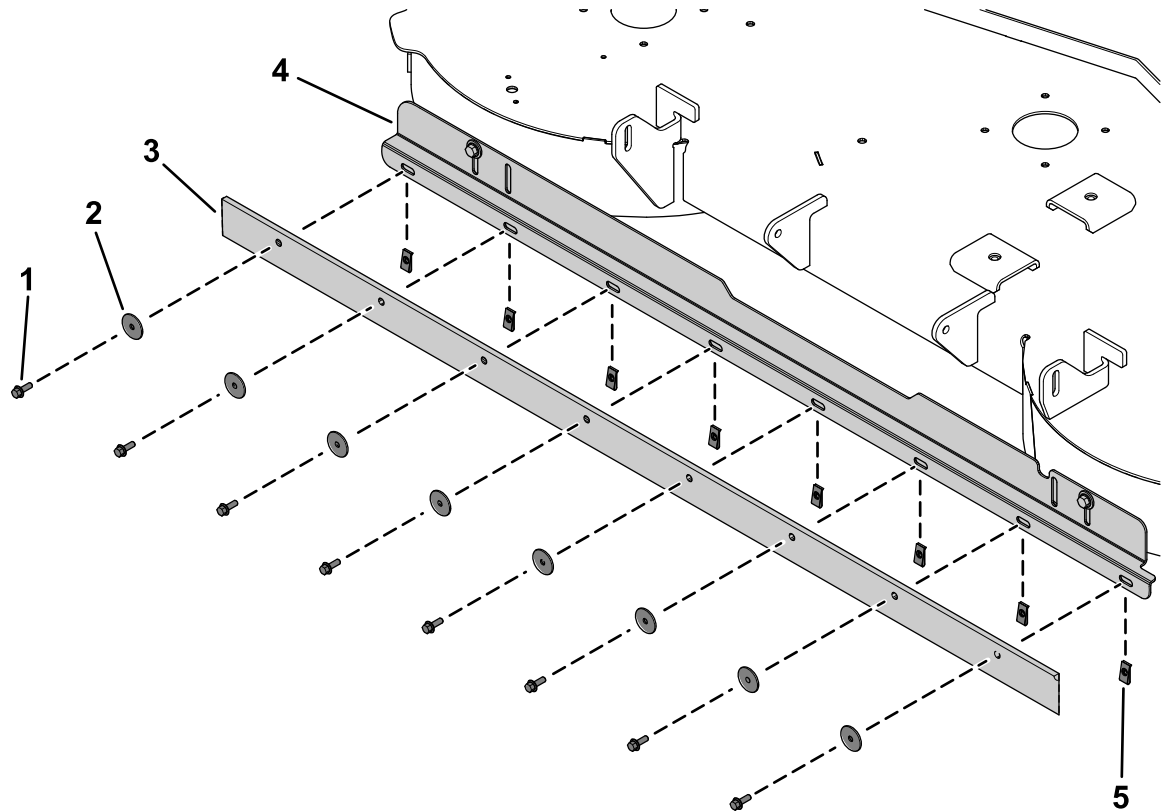

Figura 8
1. Instale las 8 tuercas rápidas en la pletina de sujeción (Figura 8).
2. Sujete la rasqueta a la pletina de sujeción y a las tuercas rápidas usando 8 tornillos de cabeza hexagonal ($\frac{1}{4}" \times \frac{3}{4}"$) y 8 arandelas (Figura 8).